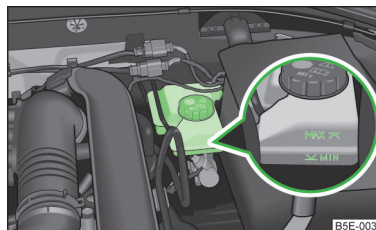

Abb. 179
- Den Bremsflüssigkeitsstand am Behälter prüfen » Abb. 179. Der Stand muss zwischen den Markierungen „MIN“ und „MAX“ liegen.